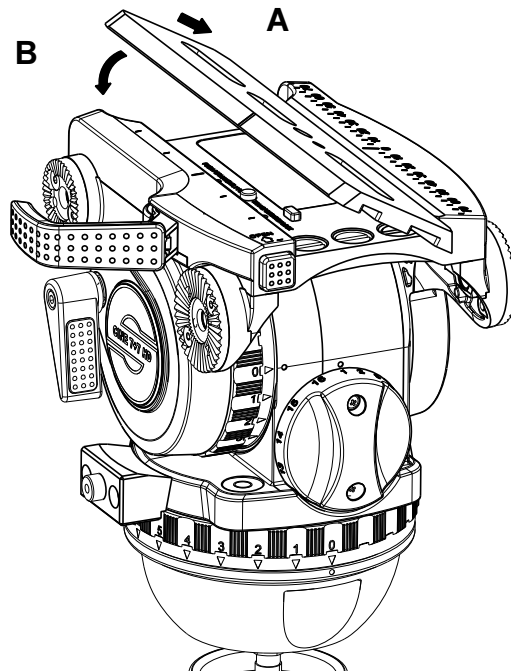

Abb. 5
- ⇒ Setzen Sie die Kameraplatte schräg in die Schwalbenschwanzführung am Fluidkopf ein (Abb. 5, Pfeil A).